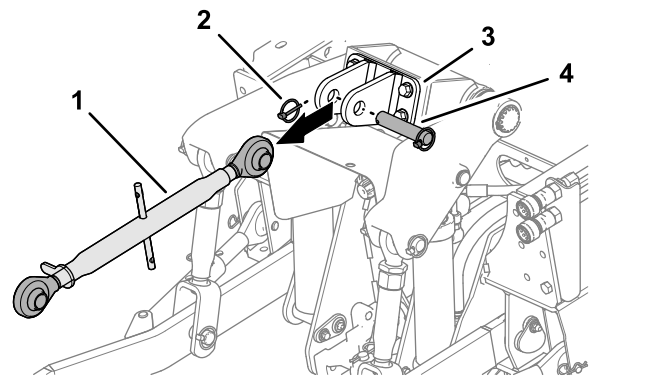

Figure 10
3. S'ils sont présents, retirez la goupille à anneau, l'axe de chape et le tirant supérieur de l'attelage 3 points du support de bras supérieur (Figure 10).